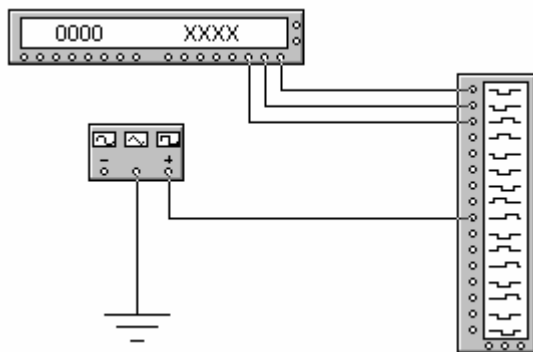

Рисунок 6
1.11 Смоделировать электрическую цепь (рисунок 6) на рабочем поле Electronics Workbench. Двойным щелчком развернуть изображения функцио-